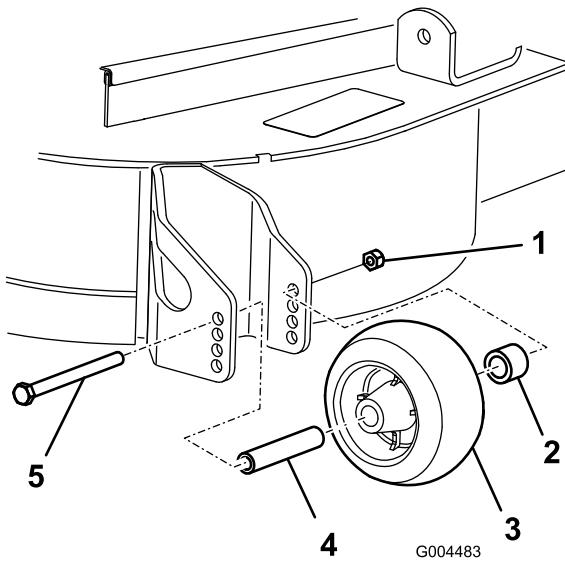

図 23
3. 刈高を変更後、ローラのフランジ・ナット、ブッシュ、スペーサ、ボルトを外して（図 23）、ローラの高さ調整を行う。
5. フランジ・ナット、ブッシュ、スペーサ、ボルトを取り付ける。ボルトを 54-61 N·m (5.6~6.2 kg. m) にトルク締めする（図 23）。